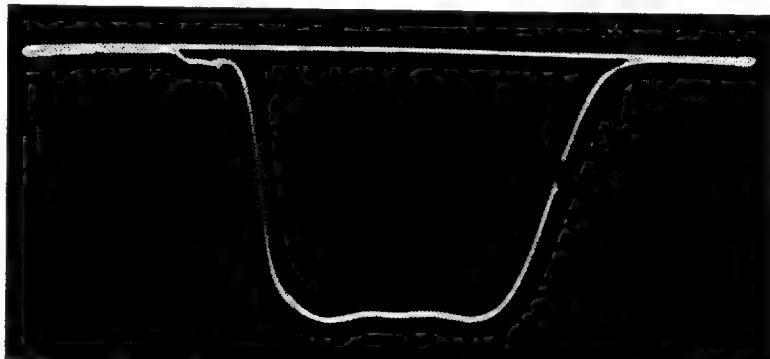

Bild 9 Durchlaßkurve mit Marken für Bild- und Tonträger
g) Marke auf den ZF-Tonträger abstimmen. Sie muß dann auf der Tontreppe in der Nähe der ansteigenden Flanke liegen. Gegebenenfalls Amplitude etwas aufdrehen, damit sie erkennbar bleibt. Nun schaltet man den Markengeber eine Stellung weiter auf „Quarz 5,5 MHz“. Dadurch wird eine 2. Marke im Abstand von genau 5,5 MHz geschrieben, die den Bildträger kennzeichnet. Sie soll auf halber Höhe der anderen Flanke der Durchlaßkurve (der sog. Nyquistflanke) liegen. Bild 9